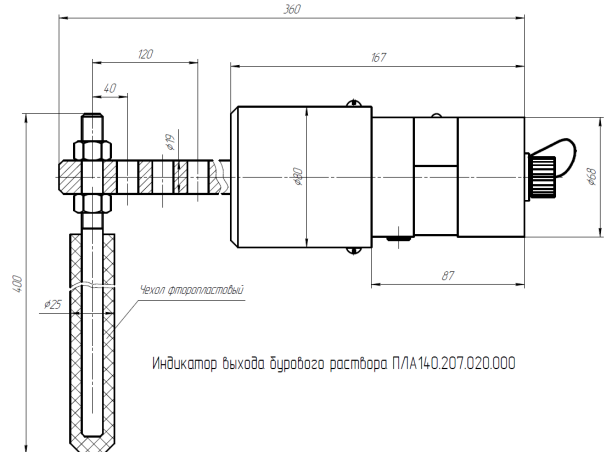

Рисунок 1. Габаритные и присоединительные размеры ИВР-140
- габаритные и присоединительные размеры на технологическом объекте соответствуют размерам ИВР-140 (см. рисунок 1);